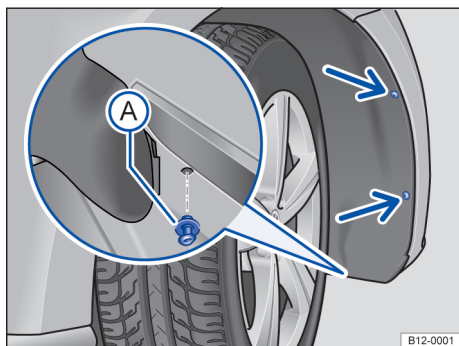

Fig. 111 Na caixa da roda dianteira direita: remover os parafusos de fixação (setas) e remover o rebite de expansão .
2. Remover os parafusos de fixação do revestimento da caixa de roda → Fig. 111 (setas) com o auxílio de uma chave de fenda.
3. Remover o rebite de expansão dianteiro inferior do revestimento da caixa de roda → Fig. 111 (A) e retirar completamente.
14. Recolocar o rebite de expansão no revestimento da caixa de roda e no para-lama e pressionar para dentro → Fig. 111 (A).
15. Recolocar os parafusos de fixação → Fig. 111 (setas) e apertá-los.